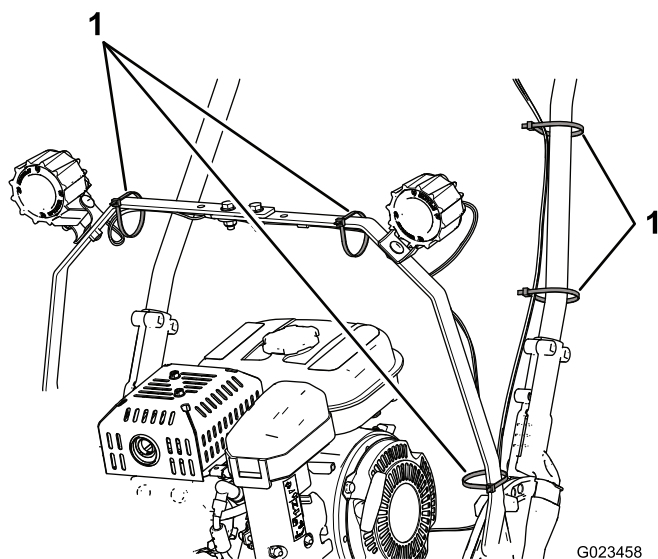

Figura 5
11. Fissate il cablaggio preassemblato alla barra luci e alla stegola con 5 fascette per cavi, senza serrare troppo le fascette (Figura 5).